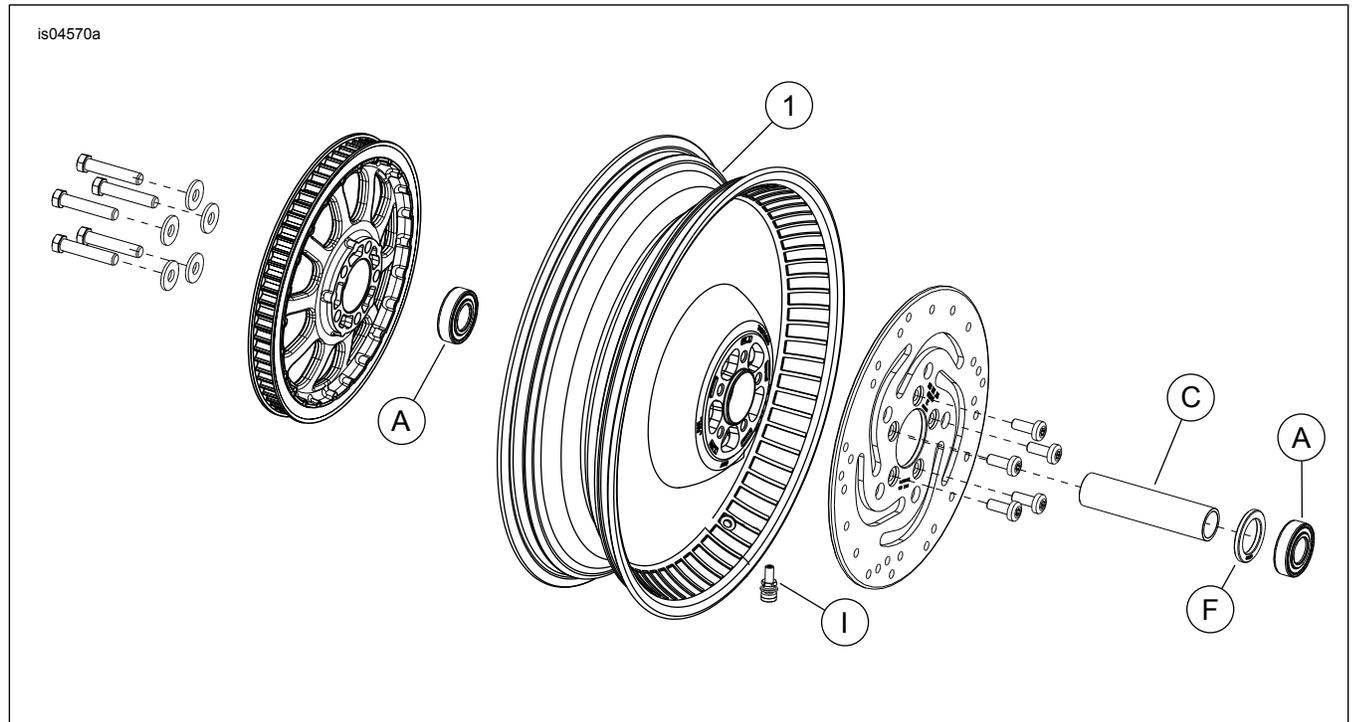

Figura 1. Piezas de servicio: Ruedas traseras Deuce
Vea Figura 1 y Tablas de piezas de servicio.
2. Vea Figura 1. Instale el conjunto del vástago de la válvula (I) en la rueda. Vea NEUMÁTICOS en el Manual de servicio.